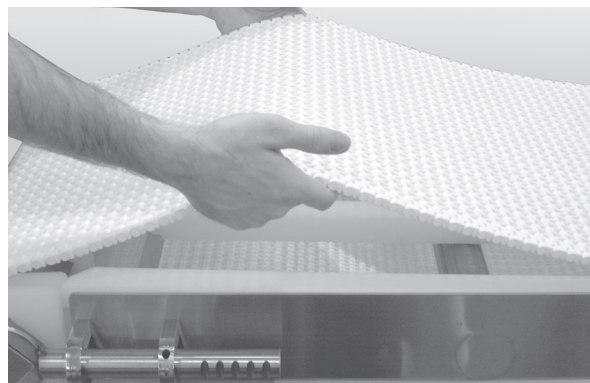

Abbildung 27
3. Sollte der Förderer über keine Fördergurt-Hebevorrichtungen verfügen, heben Sie den Fördergurt mit der Hand hoch (Abbildung 27).